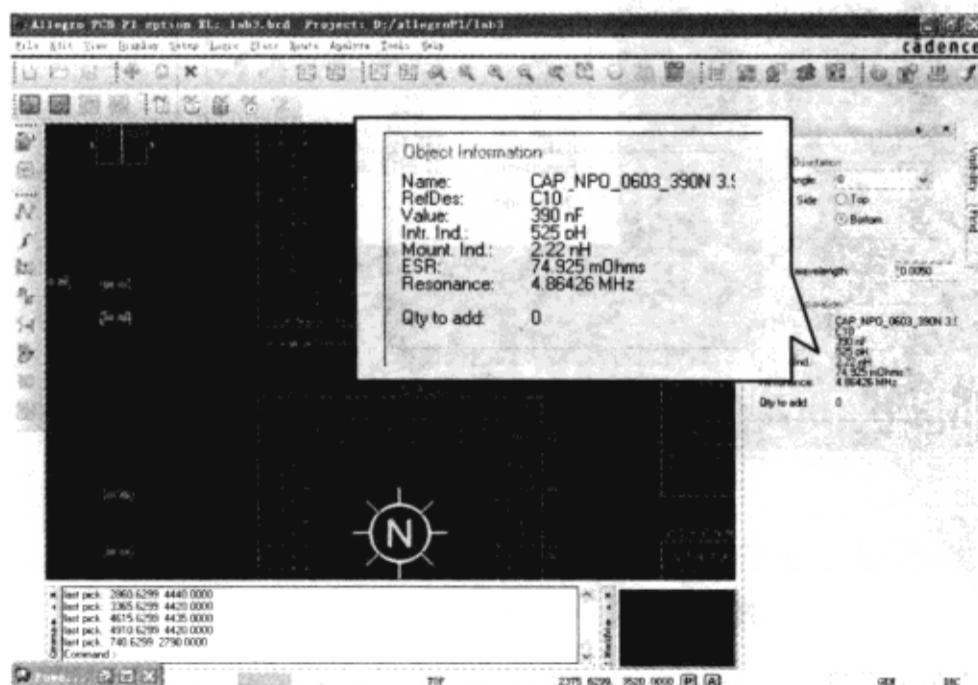

图 9-7-47 去耦电容器的相关信息
(13) 在 Allegro PCB PI option XL 窗口中单击一个 390nF 电容器。此时电容器的贴装电感值为 2.22nH，谐振频率接近 4.8MHz，这是因为使用了电源完整性工具计算贴装电感值，计算结果仅赋给了 390nF 电容器，如图 9-7-47 所示。此时 390nF 电容器的谐振频率发生了变化，这是因为电容器的贴装电感值由 225pH 变成了 2.22nH。贴装电感值大量的增加是因为 390nF 电容器被摆放在了 PCB 的底部。PCB 的顶层要比底层与所分析的平面对关系更密切一些，这是因为在 PCB 底部所摆放的电容器离所分析平面对的距离要远一些。距离的增加意味着连接过孔将会变长，这会在 PCB 底部电容器上产生更多的贴装电感。电感值的增加将会降低电容器的谐振频率，仅使用电源完整性工具计算其电感值的电容器的谐振频率发生了变化。